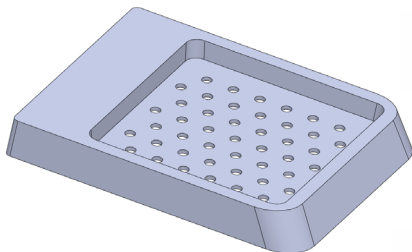

图 6-60 填充阵列实体特征
(5) 单击【确定】按钮，即可填充阵列实体特征，效果如图 6-60 所示。